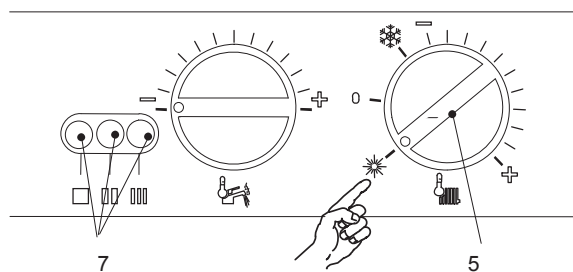

Fig. 2.5
- 4 If d.h.w. supply only is required, position the function switch 5 as in Fig. 2.5. The appliance operation light 7 will flash every 2 seconds (operating boiler).
- 4 Если требуется только приготовление горячей воды положение переключателя 5 должно быть как на рис.2.5. Световой индикатор 7 будет моргать каждые 2 секунды (котел работает).